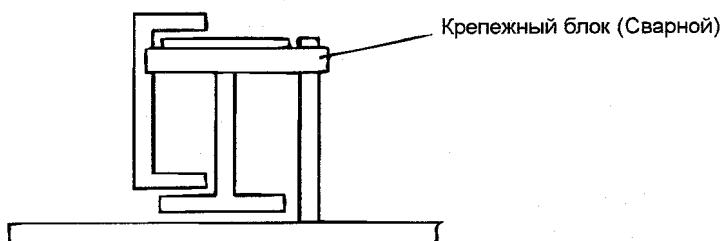

Рис. 3. Фиксация мачты
3. Приварите к нижней части мачты и каретки крепежную балку для исключения возможности их перемещения; если имеются отверстия, пропустите болт через мачту и каретку и закрепите его гайкой - см. Рис. 3.